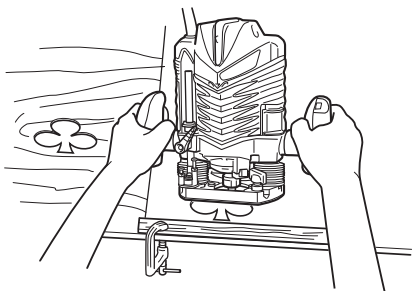

図 11
- (1) テンプレートガイドは、テンプレートを用いて同じ形状のものをたくさん加工する時に使用します。(図 11)